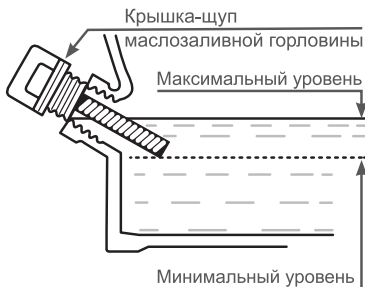

Рис. 12. Уровень масла в картере двигателя
4. Установите крышку-щуп в отверстие горловины, не закручивая (Рис. 12).
Максимальный уровень масла в картере соответствует нижней кромке заливного отверстия (Рис. 12).
7. При недостаточном уровне масла в картере необходимо долить чистое масло до верхней отметки на щупе, что соответствует нижней кромке заливного отверстия (Рис. 12).